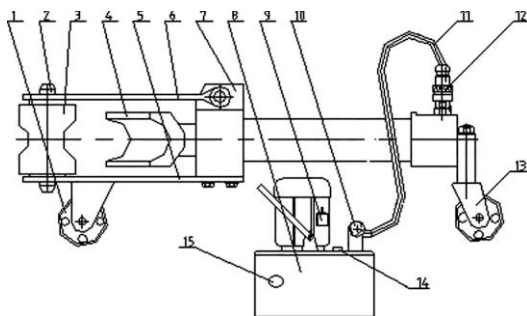

Рис. 3
1) Собрать трубогиб (см. Рис.3). Для этого:
- закрепить на нижней платформе корпуса трубогиба нижнюю траверсу (5) с помощью 4-х болтов из комплекта крепежа. Затем перевернуть трубогиб и установить его на колеса на ровной площадке;
- установить и закрепить верхнюю траверсу (6) в корпусе трубогиба (7) с помощью пальца;
- проверить уровень масла через смотровое окно (15) масляного электронасоса (8) (уровень масла должен закрывать смотровое окно (15)). При необходимости долить веретенное масло индустриальной марки И-20А или И-30А ГОСТ 20799-88 до требуемого уровня. Завернуть пробку (14) на место: для транспортировки пробку следует завернуть до упора, а для продолжения работы трубогиба пробка должна быть приоткрыта на один оборот;
- присоединить соединительный шланг (11) одним концом к масляному электронасосу (8) с помощью резьбового соединения, а другой конец шланга присоединить к трубогибу с помощью штуцера быстросъемного разъема (12);
- установить на шток трубогиба шаблон (4) необходимого размера, соответствующего диаметру сгибаемой трубы;
- установить в нижнюю траверсу (5) два упора (3) в симметричные отверстия, соответствующие требуемому диаметру сгибаемой трубы. Повернуть упоры (3) к шаблону (4) выемками;
- опустить верхнюю (6) траверсу на 2 оси (2) 2-х упоров (3).
2) Убедиться, что выпускной клапан электронасоса (10) закрыт, т.к. поступательный ход штока возможен только при закрытом выпускном клапане (10).
3) Поместить соответствующую трубу между упорами (3) и шаблоном (4) и включить электронасос выключателем (9) и произвести сгибание трубы.
4) По окончании операции плавно открыть выпускной клапан (10) не более, чем на один оборот, тем самым освобождая трубу и возвращая шток в исходное положение. Поднять верхнюю траверсу (6), достать трубу с шаблоном (4) и освободить шаблон от трубы. Трубогиб вновь готов к работе. При завершении работ по изгибу труб необходимо пробку на горловине (14) завернуть до упора (во избежание разлива масла).